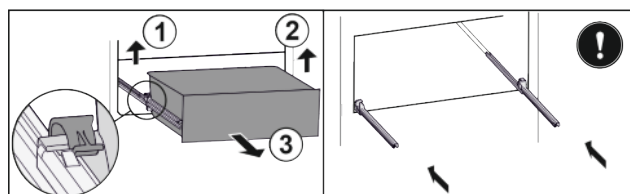

Fig. 36*
- ▶ Rozłączyć szufladę z lewej strony Fig. 36 (1).*
- ▶ Rozłączyć z prawej strony Fig. 36 (2).*
- ▶ Wyjąć do przodu Fig. 36 (3).*